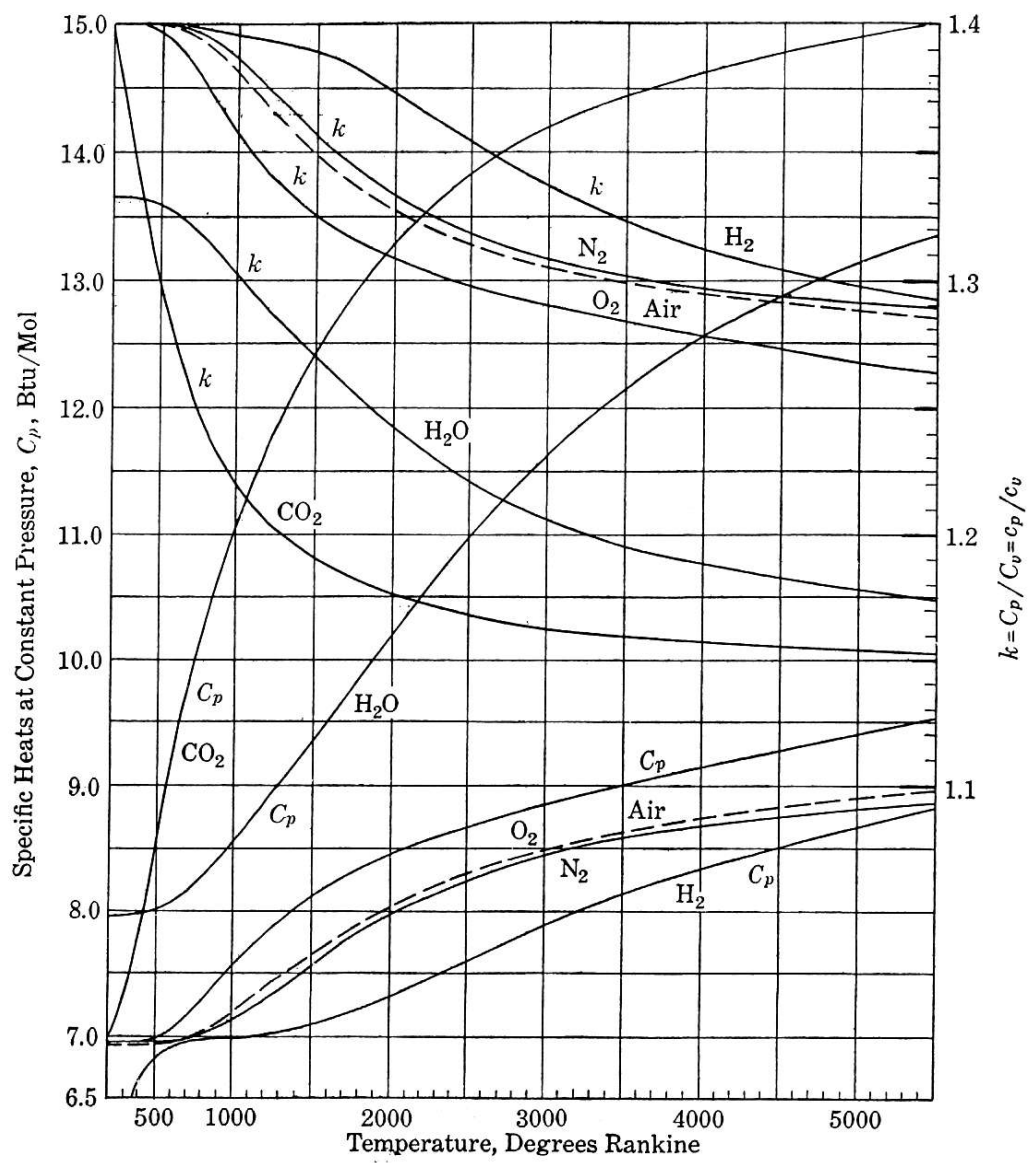

Figura 2.7 Calores específicos molares a presiones constantes bajas; $C_p=C_v-1.986$; $C_p/C_v=k$.
- ➔ Para esto se puede usar: (1) correlaciones para c (Tabla I); (2) características tabuladas de valores de c en función de la temperatura; (3) valores medios conocidos para la gama de temperaturas implicada en la evolución o proceso, (Figura 2.7); (4) usar un diagrama de las características de la sustancia (Ejemplo, tabla de Mollier para el vapor).